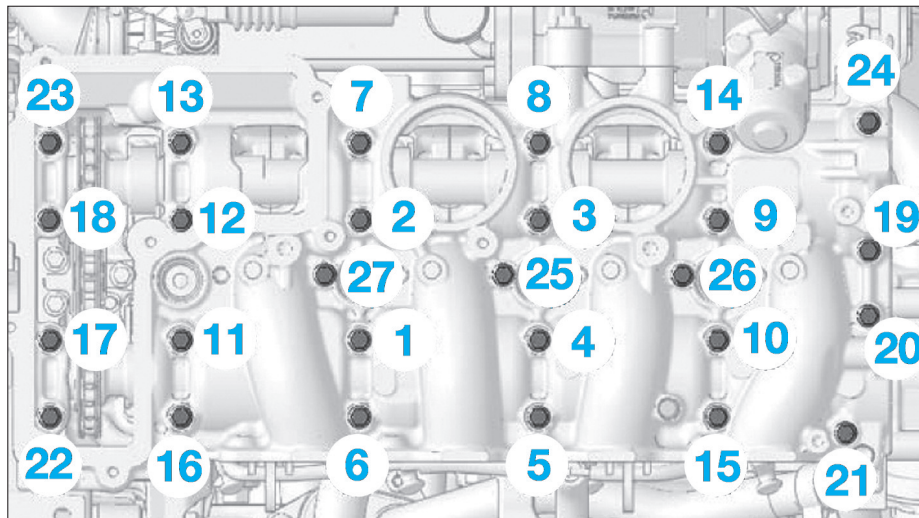

Fig. 71
- le carter chapeaux de paliers d'arbres à cames (12),
- les vis (11), sans les serrer,
- le tendeur de chaîne (17),
- les vis (14) et (15), sans les serrer.
- Serrer les vis (11) du carter paliers d'arbres à cames dans l'ordre et aux couples de serrage prescrits (Fig.71).